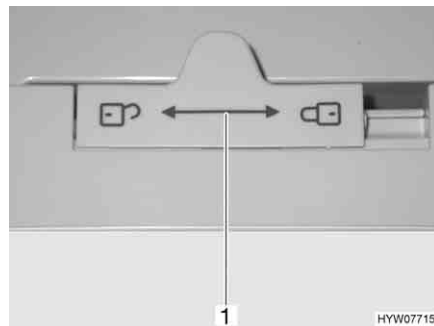

Fig. 211 Bloccaggio della porta del frigorifero (serie Dometic 7)
- Spostare il dispositivo di bloccaggio (Fig. 211,1) verso sinistra .
- Spostare il dispositivo di bloccaggio (Fig. 211,1) completamente verso destra .